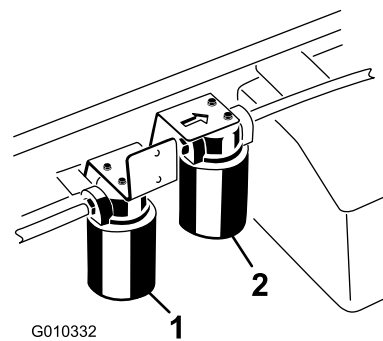

Рисунок 74
2. Очистите область вокруг места крепления фильтра. Поместите поддон под фильтр, а затем снимите фильтр (Рисунок 74).
1. Очистите зону вокруг места крепления фильтра повышенной пропускной способности (Рисунок 74). Поместите поддон под фильтр, а затем снимите фильтр.